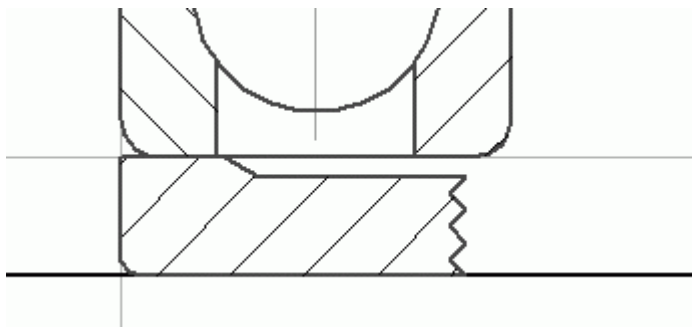

Рис. 2.90. Кольцо маслоудерживающее (половина сечения)
5. Постройте половину сечения маслоудерживающего кольца и заштрихуйте его (рис. 2.90). Для построения желательно использовать команду Ломаная, после чего выполнить скругление в левом нижнем углу изображения кольца. Конечно, вы можете создать то же изображение при помощи инструмента Непрерывный ввод объектов, а затем объединить его в контур, используя команду Собрать контур панели Геометрия. Имея изображение кольца в виде контура, вам значительно легче будет его выделять и копировать.
6. Создайте зеркальную копию вычерченной половины кольца. Перед нажатием кнопки **Симметрия** панели **Редактирование** не забудьте вместе с контуром выделить и штриховку. При создании штриховки желательно уменьшить шаг (на рис. 2.90 принято значение 2 мм), так как площадь, ограниченная контуром, небольшая.